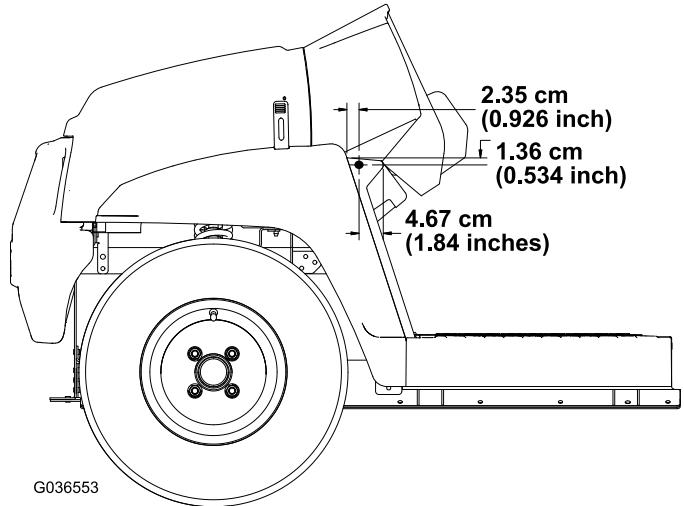

Figura 30
2. Utilizando as dimensões indicadas na Figura 30, faça 1 furo (5/16 pol.) no exterior da placa dos pés nos lados esquerdo e direito da máquina.